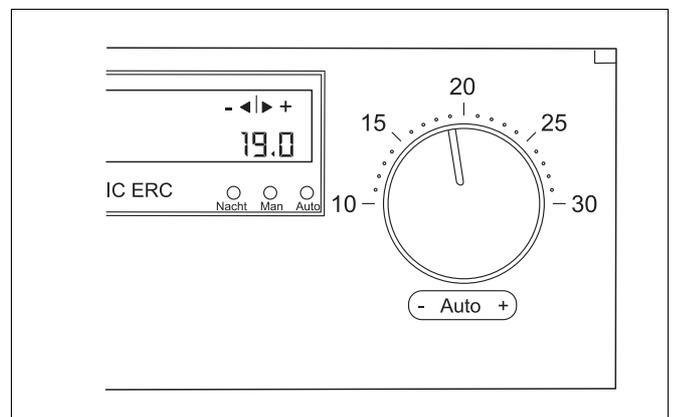

Abb. 13 Handeinstellung der Raumtemperatur
- Temperaturdrehknopf (Abb. 13) auf die gewünschte Raumtemperatur einstellen (über 16 °C).